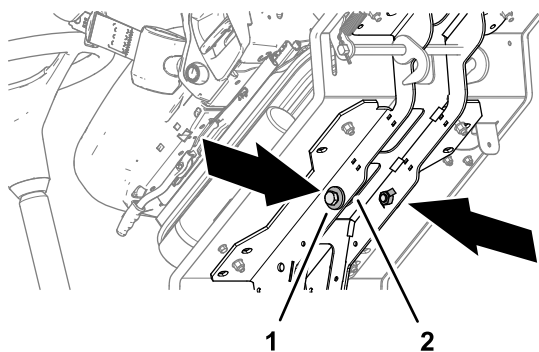

Figura 42
4. Rimuovete i 2 bulloni (12 x 40 mm) e le 2 rondelle (12 mm) che si trovano nelle guide di sostegno della pedana (Figura 42).